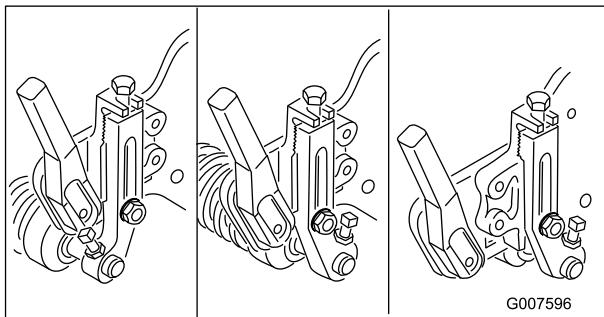

Figure 50
**Remarque:** Le rouleau avant possède 3 positions de réglage (Figure 50) selon l'application et les besoins de l'utilisateur.